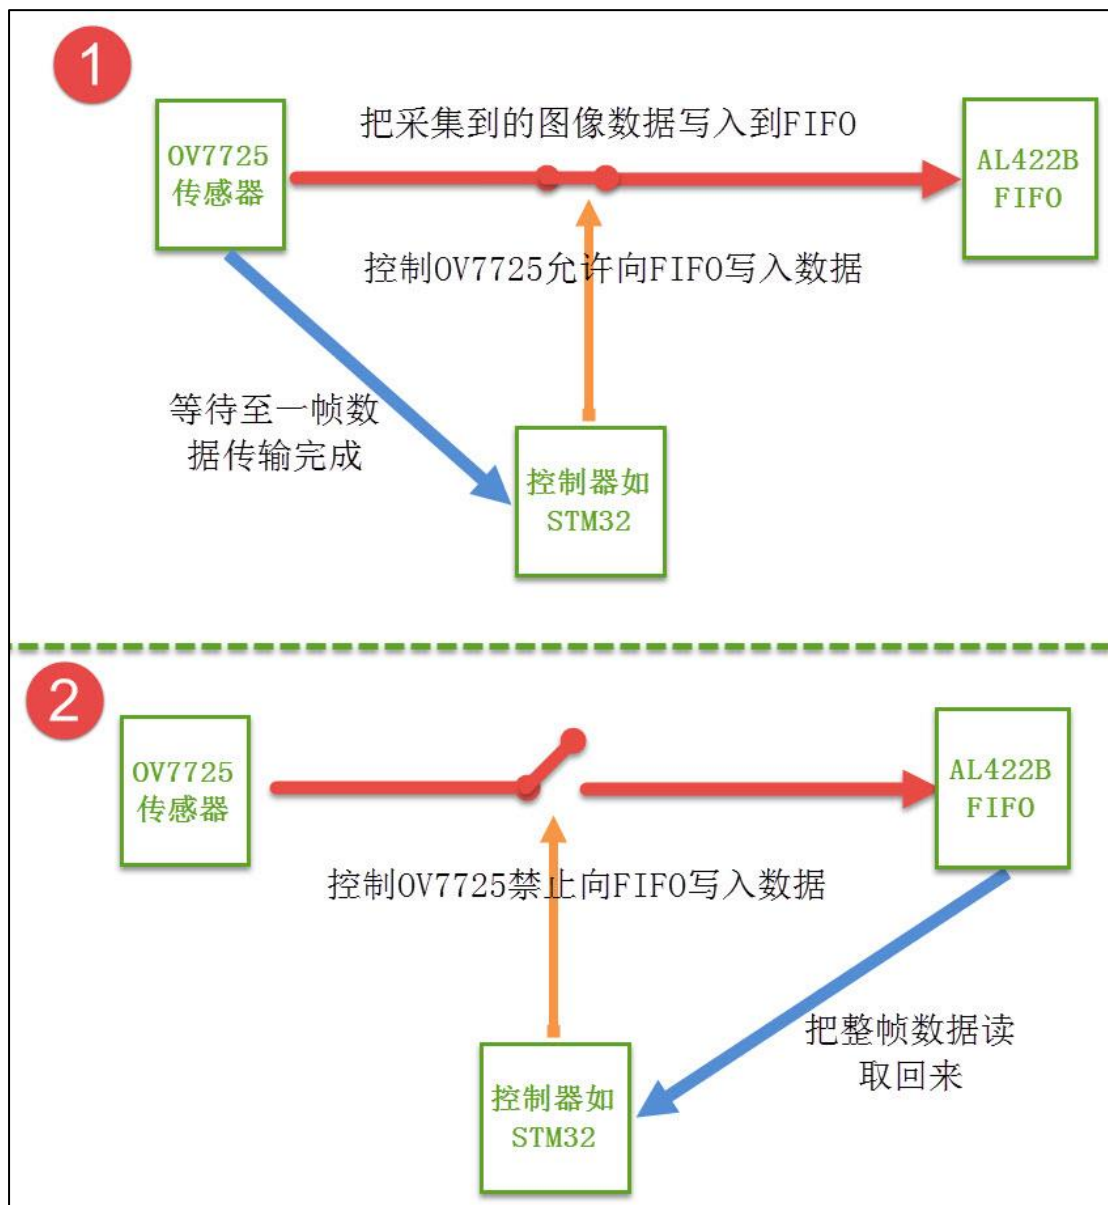

图 1-20 摄像头控制过程
- (7) 控制器使用 WRST 复位写指针到 FIFO 的 0 地址, 然后等待新的 VSYNC 有效信号到来, 检测到后把 WEN 引脚设置为高电平, 恢复 OV7725 向 FIFO 的写入权限, OV7725 输出的新一帧图像数据会被写入到 FIFO 的 0 地址中, 重复上述过程。摄像头的整个控制过程见图 1-20。